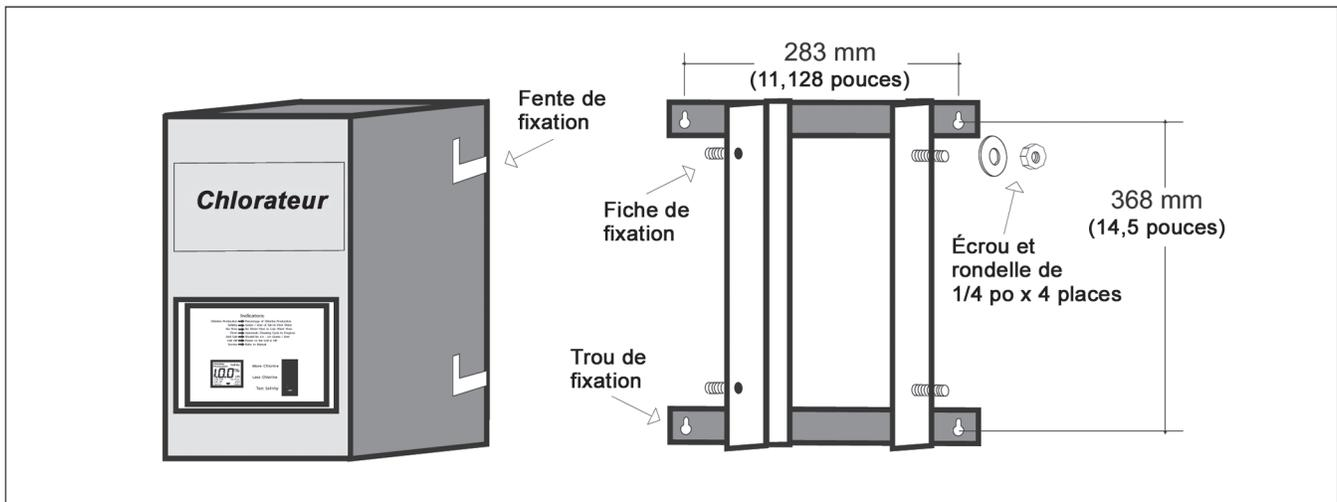

Figure 3. Installation du tableau de commande du COM25
2. Utilisez les ferrures fournies et installez le tableau de commande à hauteur d'oeil. Assurez-vous qu'il y a un espace dégagé suffisant tout autour du tableau de commande. Tenez le support contre le mur à la position désirée. Marquez les 4 trous de fixation. Percez les trous et installez les dispositifs d'ancrage appropriés au mur. Fixez le support au mur. Voir la Figure 3.
3. Soulevez le tableau de commande et posez-le sur le support de fixation. **Cette opération peut requérir deux personnes.** Faites glisser les fentes du tableau de commande dans les fiches du support de fixation. Abaissez doucement le tableau à la position de blocage. Posez les rondelles et les écrous hexagonaux de 6,35 mm (1/4 po) fournis et serrez à fond. Voir la Figure 3.